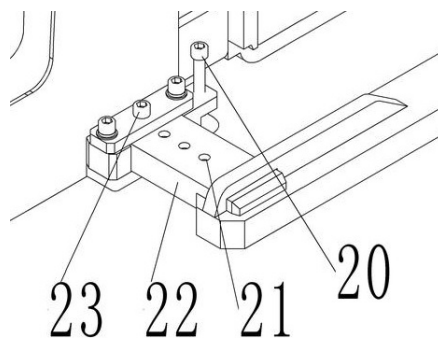

Рис.16: Регулировка опорных вилок
- Затяните установочный болт (23) после регулировки опорных вилок.
- При регулировке опорных вилок, пожалуйста, обратите внимание, что количество установочных пазов (21), выставляемых на каждой стороне ног штабелера, должно быть одинаковым. (Как показано на рис. 16, если одна сторона имеет 3 установочных паза (21), с другой стороны также должно быть 3).
- Вращайте по часовой стрелке опору (20) до тех пор, пока штабелер не поддомкратится.
- Открутите установочный болт (23)
- Отрегулируйте ногу (22) так, чтобы установочный болт (23) попал в установочный паз (21)
При регулировке опорных вилок, пожалуйста, обратите внимание, что количество установочных пазов (21), выставляемых на каждой стороне ног штабелера, должно быть одинаковым. (Как показано на рис. 16, если одна сторона имеет 3 установочных паза (21), с другой стороны также должно быть 3).
- Надежно закрутите установочный болт (23)